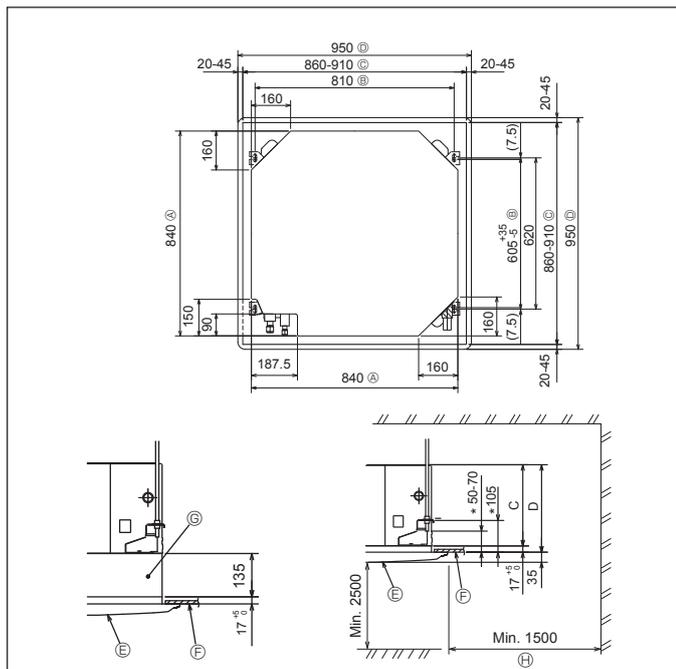

Fig. 2-2
2.2. Lage der Öffnungen in der Decke und der Befestigungsschrauben für die Aufhängung (Fig. 2-2)
- * Die Abmessungen der Deckenöffnung können innerhalb des in Fig. 2-2 dargestellten Bereichs angepaßt werden. Deshalb ist die Hauptanlage in der Deckenöffnung zu zentrieren und sicherzustellen, daß die jeweils gegenüberliegenden Seiten überall den gleichen Abstand aufweisen.